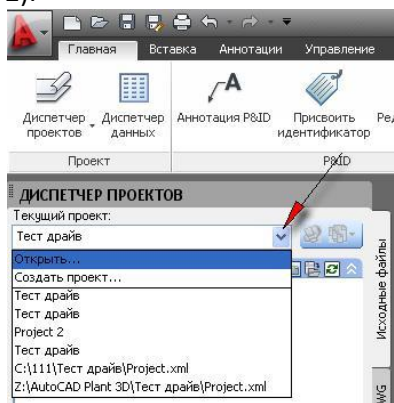

Рис. 1
2. В **Диспетчере проектов** раскройте список последних проектов и выберите **Открыть...** (Рис. 1).